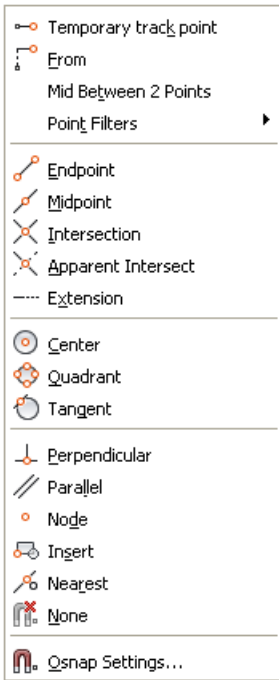

Рис. 4.11
– натиснути клавішу <Shift> i, утримуючи її, натиснути ще праву кнопку мишки, після чого з контекстного меню, що з'явилося (рис. 4.11), вибрати потрібний спосіб прив'язки;